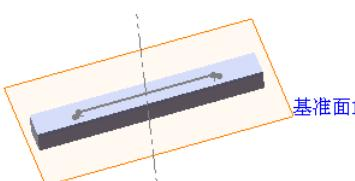
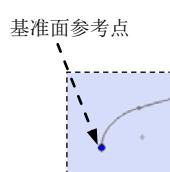

图 15.3.19 基准面 1
图 15.3.20 基准面参考点、面
Step4. 创建图 15.3.19 所示的基准面 1。
(1) 选择下拉菜单 **插入(I)** → **参考几何体(G)** → **基准面(P)...** 命令，系统弹出“基准面”对话框。
(2) 选取参考实体。选取图 15.3.20 所示的面和点为参考实体。
(3) 单击 按钮，完成基准面 1 的创建。
(1) 单击任务窗格中的“设计库”按钮 ，打开“设计库”对话框。
(2) 单击“设计库”对话框中的  ch15 节点，在设计库下部的列表框中选择“barrette_shaped_tool_03”文件并拖动到图 15.3.20 所示的平面，在弹出的“成形工具特征”对话框中单击 **√** 按钮。